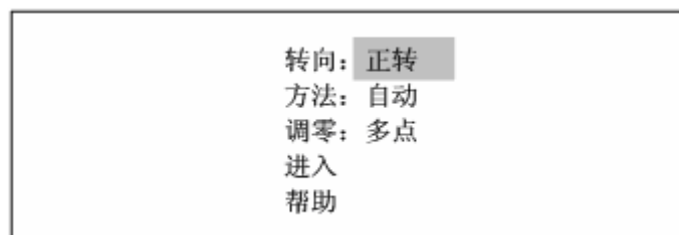
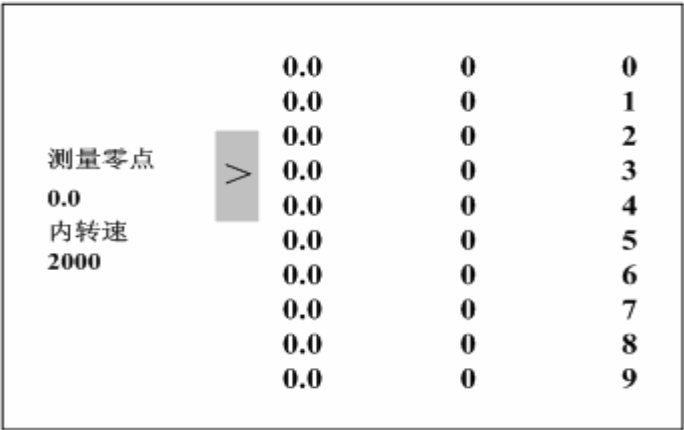
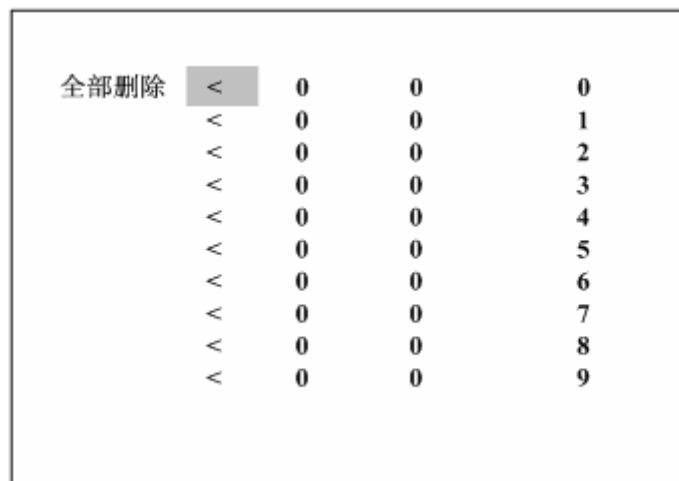

图 9 调零界面
图 12 自动多点调零界面
图 13 手动多点调零界面
在测量界面下按“ENTER”键，待仪器进入参数设置界面，光标停留在“扭矩调零”时，再按“ENTER”键，仪器进入图 9 所示的调零界面。调零前首先确认传感器主轴的转向，光标停留在“正转/反转”时，按动“+ -”键可选择转向。
- 在测量界面下按 ENTER 键，仪器进入调零界面（如图 9、10 所示）；
- 在光标选中“扭矩调零”时，按 ENTER 键进图 9 界面。
- ① 在图 9 的界面下根据传感器主轴的实际旋转方向设置“转向”，将“方法”设置为“自动”将“调零”设置为“单点”，按动“△▽”键，将光标移至“进入”，再按动“ENTER”键，仪器进入图 10 所示的自动单点调零界面。
- 在图 9 所示的界面下，按“△▽”和“+ -”键，将“自动”修改为“手动”，把光标移至“进入”，按动“ENTER”键，仪器进入图 11 所示的手动调零界面
- 在负载脱开的情况下，将传感器主轴调整到某转速。操作键盘使仪器进入图 9 所示的调零界面，按“△▽”和“+ -”键，确定“转向”，将“方法”修改为“自动”将“调零”修改为“多点”，再将光标移至“进入”，按动“ENTER”键，仪器进入图 12 所示的自动多点调零界面。
- 在图 9 的调零界面下确定“转向”将“方法”设置为“手动”，“调零”设置为“多点”，按动“△▽”键，将光标移至“进入”，再按动“ENTER”键，仪器进入图 13 所示的手动多点调零界面。
- 图 13 手动多点调零界面的第一列数字显示的是零点值，第二列数字显示的是对应零点值的转速，第三列数字显示的是零点的序号；
- 在图 13 的界面下按动“△▽”键可移动大光标，按“+ -”键修改小光标闪烁位数值；
当传感器主轴改变工作转向时必须重新进行调零操作，否则仪表不能正常工作。如果在仪器初始化时已经进行了正反两个方向的调零操作，那么传感器改变转向时，可通过键盘进入图 9 所示的调零界面，将“转向”修改为与当前传感器主轴转向一致即可。